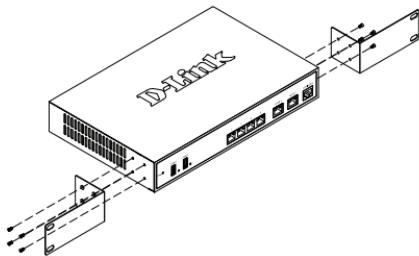

Abbildung 3. Anbringen der Rackbefestigungs-klammern
- Bringen Sie die Befestigungsklammern an den beiden Seiten des Gehäuses an, wie in Abbildung 3 gezeigt, und fixieren Sie sie mit den mitgelieferten Schrauben.